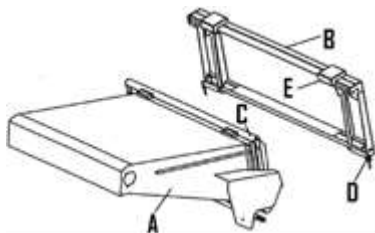
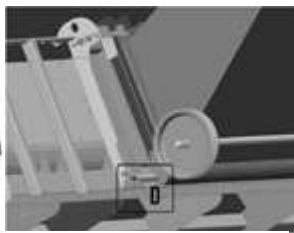
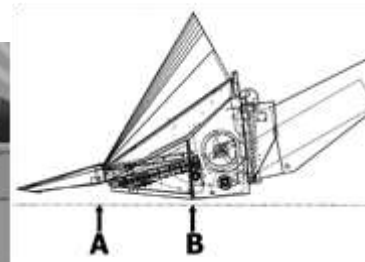

Рис. 10
Рис. 11
Рис. 13
Канал комбайна (A) приблизить к присоединению жатки для уборки подсолнечника (B). Верхнюю часть рамы (C) ввести в соответствующий паз на жатке (E). Жатку для уборки подсолнечника приподнять и зафиксировать внизу болты (D) внутри канала, Рис. 10. Стопорные штифты изображены на Рис. 11,12.
Правильный рабочий угол изображен на Рис.13. Высота А должна составлять прим. 18 см, а высота В - 6 см. В противном случае отрегулируйте крепежные винты с помощью соединения В Рис.10.